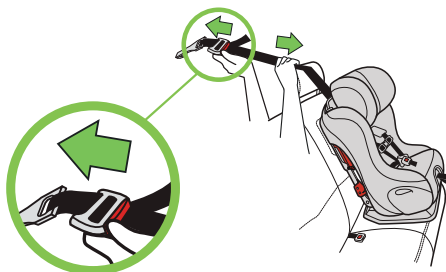

Figure 76
- Allongez la courroie d'ancrage supérieure en appuyant sur le bouton de réglage/déverrouillage sur la sangle d'ajustement tout en tirant la sangle, tel qu'illustré dans la **Figure 76**.